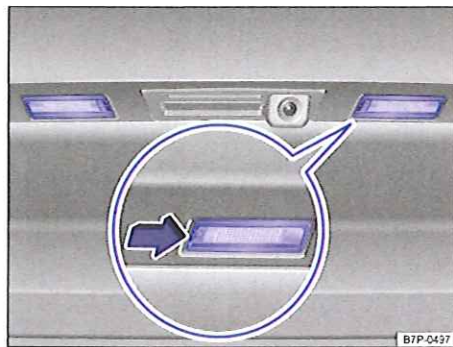

Fig. 285 Dans le capot arrière : feux de plaque de police.
2. Poussez dans l'évidement du feu de plaque de police la lame plate du tournevis compris dans l'outillage de bord en procédant dans le sens de la flèche → fig. 285.